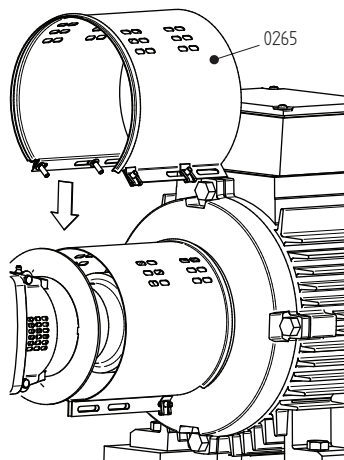

Bild 10: Montera manteln på motorsidan.
- 2 Ta bort båda mantlarna (0270). Se bild 10.